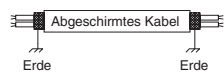

Abb. 4-4
- (5) Als Einheiten-Steuerverbindungskabel (c) müssen abgeschirmte Kabel verwendet werden, wobei die Abschirmung auf beiden Seiten geerdet werden muss, da andernfalls Funktionsstörungen durch Störsignale auftreten können. (Abb. 4-4)